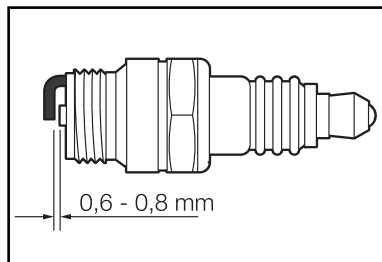

Рис. 9
- Измерьте зазор. Он должен быть 0,6-0,8 мм (Рис. 9).